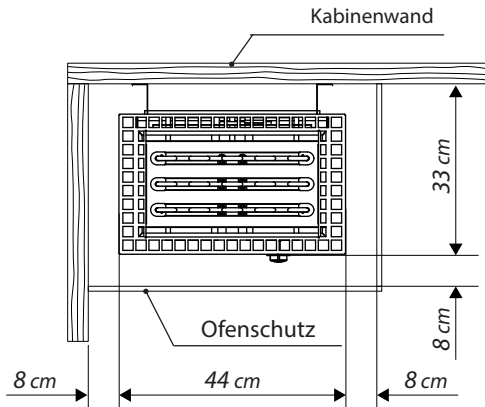

Abb. 1
- Die seitlichen (waagerechten) Abstände zwischen Heizgerät und Kabinenwand, sowie Ofenschutz, Liegebank und anderen brennbaren Materialien entnehmen Sie bitte Abb. 1.